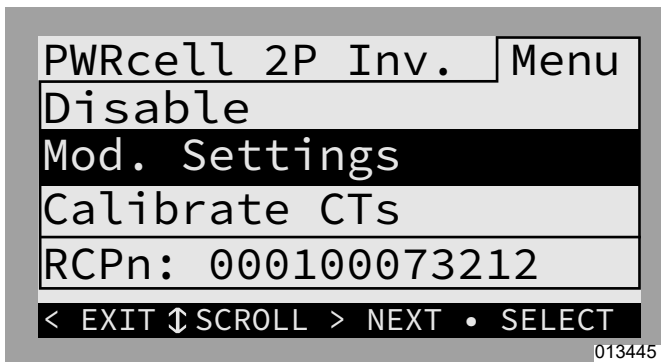

Figura 7-3. Menú principal del dispositivo
3. Consulte la Figura 7-3. Use la tecla de flecha hacia abajo para desplazarse a “Mod. Settings”.